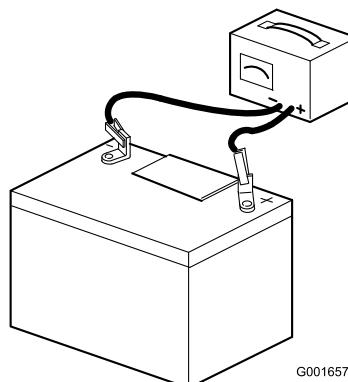

図 39
- 充電器に接続し、充電電流を 3~4 A にセットする（図 39）。3~4 A で 4~8 時間充電する。